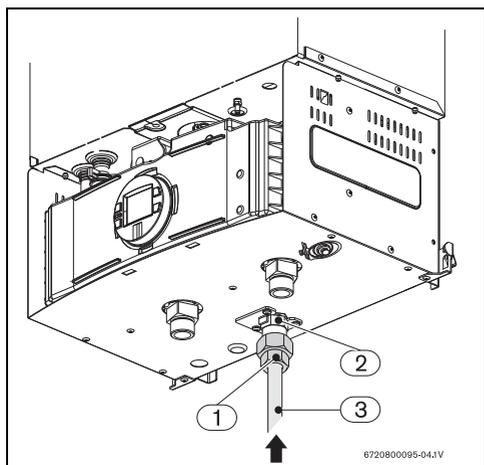

Рис. 26
- Затяните гайку на резьбовом отверстии на газовом входе (Рис. 26 , поз. 1) и используйте медный край (Рис. 26 , поз.2) для пайки трубы к выходу сети (Рис. 26 , поз. 3).